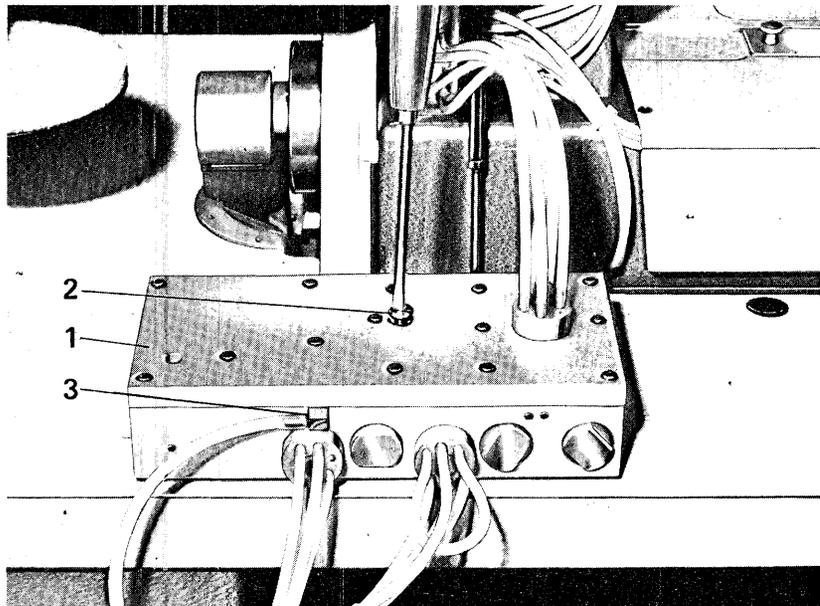

Fig. 10
- Fissare la centralina 1 fig. 10 alla tavola del bancale per mezzo della vite per legno 2. Fare attenzione che i quattro piedini in gomma siano opportunamente montati sotto la centralina.
- Inserire il tubo di alimentazione proveniente dal gruppo FRL nel raccordo 3 fig. 10